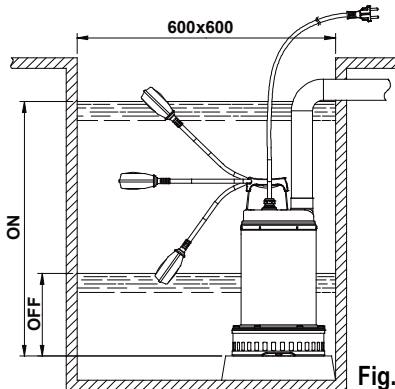

Fig.1
4.1 Daca pe fundul putului exista multa murdarie, atunci se recomanda montarea unui suport de sustinere pentru a evita infundarea grilei de aspiratie (Fig.1).